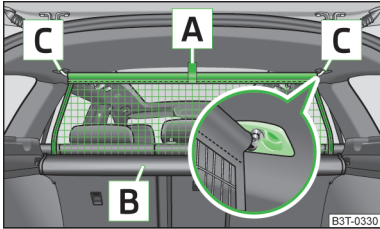
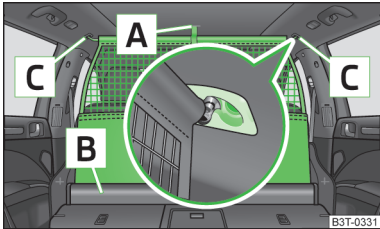

Abb. 118
Abb. 119
- Sich überzeugen, dass die Querstange in den Aufnahmen **C** » Abb. 118 auf Seite 110 bzw. » Abb. 119 auf Seite 110 in der vorderen Stellung eingesteckt ist!
- › Die Netztrennwand an der Lasche **A** » Abb. 118 in Richtung der Aufnahmen **C** ziehen.
- › Die Querstange erst auf der einen, dann auf der anderen Seite etwas nach hinten ziehen und aus den Aufnahmen **C** » Abb. 118 nehmen.
- › Die Netztrennwand an der Lasche **A** » Abb. 119 ziehen.
- › Die Querstange erst auf der einen, dann auf der anderen Seite etwas nach hinten ziehen und aus den Aufnahmen **C** » Abb. 119 nehmen.